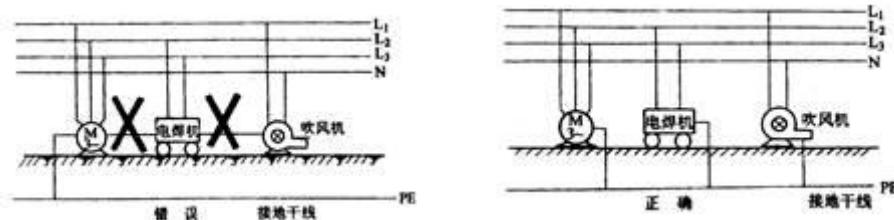

图 3-4 电气设备接地线正确接法
- 3) 接地线与电气设备可焊接或螺栓连接，螺栓连接应有防松螺帽或防松垫片。每台设备应用单独的接地线与干线相连，禁止在一条接地线上串联电气设备（如图 3-4 所示）。